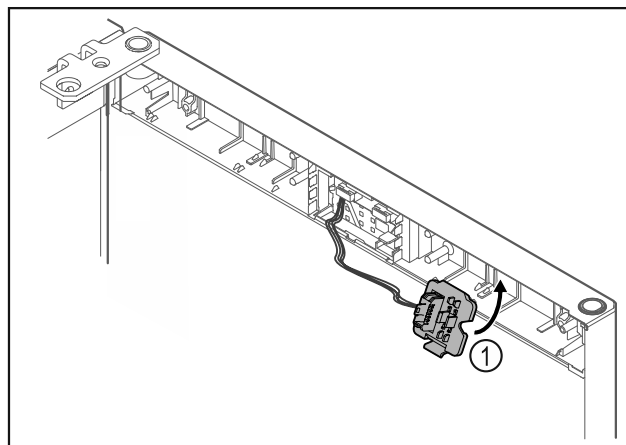

Fig. 22
- Zaklapněte držák zástrčky Fig. 22 (1) na protější straně.